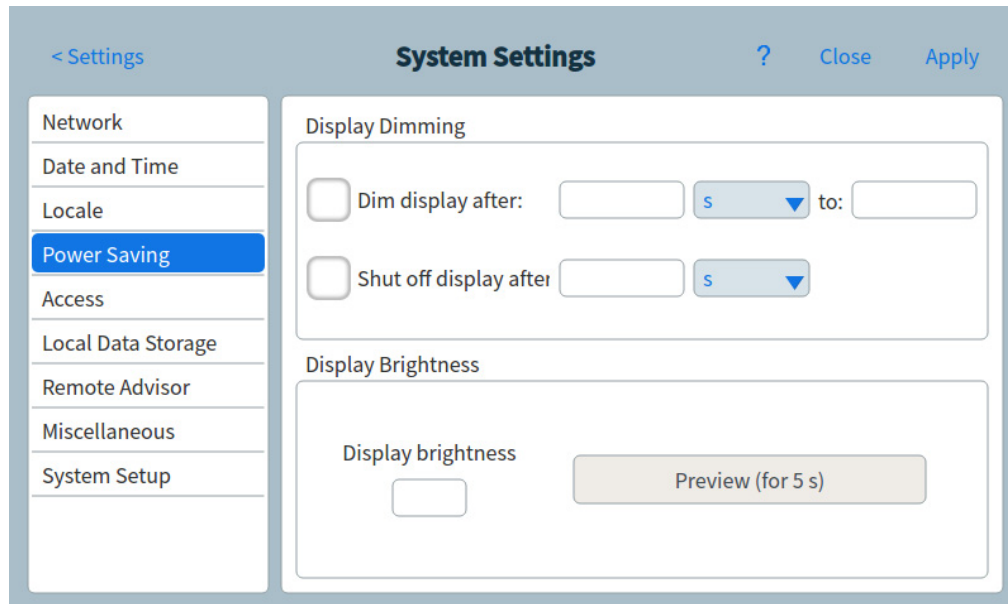

Figure 47. Page Économies d'énergie
- 1 À partir de la page Paramètres du système, sélectionnez le bouton de sélection de page **Économies d'énergie**. La page Économies d'énergie s'affiche. Voir **Figure 47**.